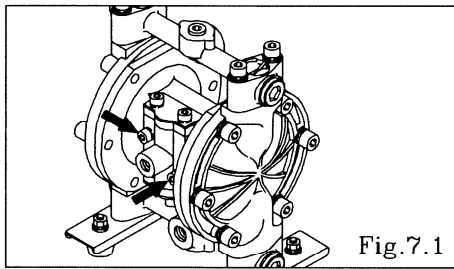

Fig.7.1
- ・スプールケース取付ボルト 2 か所を外し、スプールケースを取り外す。〔Fig.7.1〕